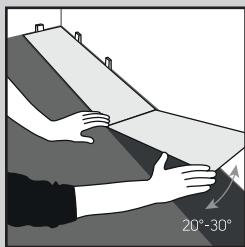

Fig. 2
- Instale la primera fila asegurándose de que los bordes cortos hacen clic entre sí (Fig. 2).